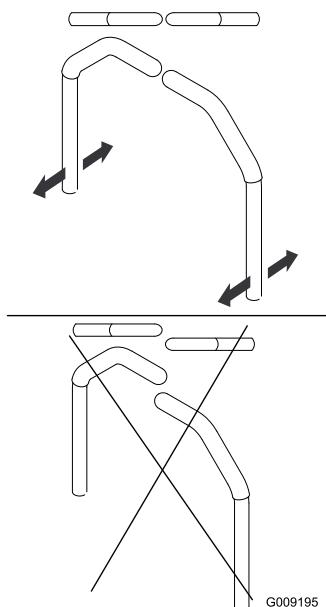

Figura 63
4. Alinhe as alavancas da frente para trás ao unir as alavancas na posição de PONTO MORTO e deslize-as até ficarem alinhadas, a seguir, aperte os parafusos (Figura 63).